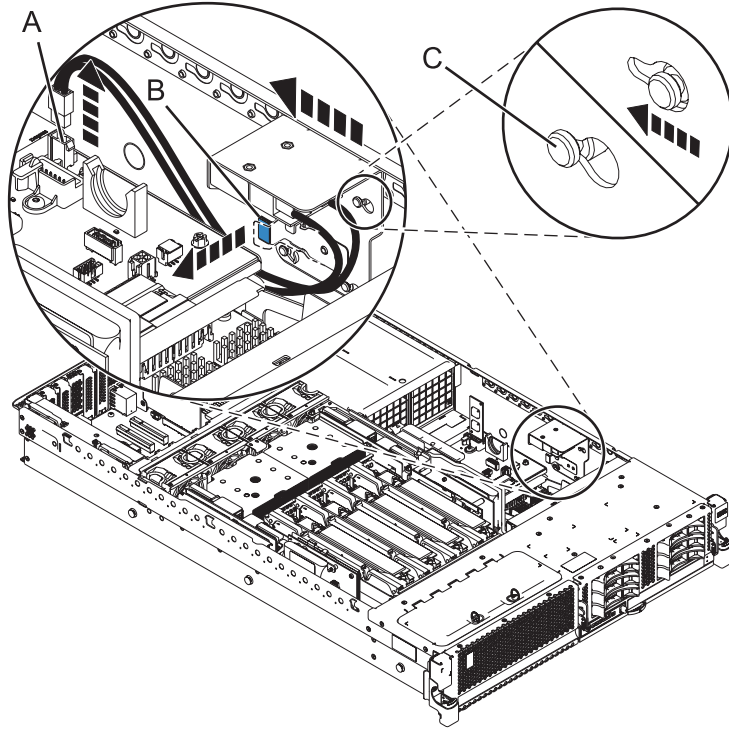

Figure 1. Retrait d'un commutateur de verrouillage d'alimentation d'un système monté en armoire
7. Déconnectez le câble d'interface de son emplacement de connexion à la carte mère (**A**), comme cela est indiqué dans la figure 1, à la page 3.